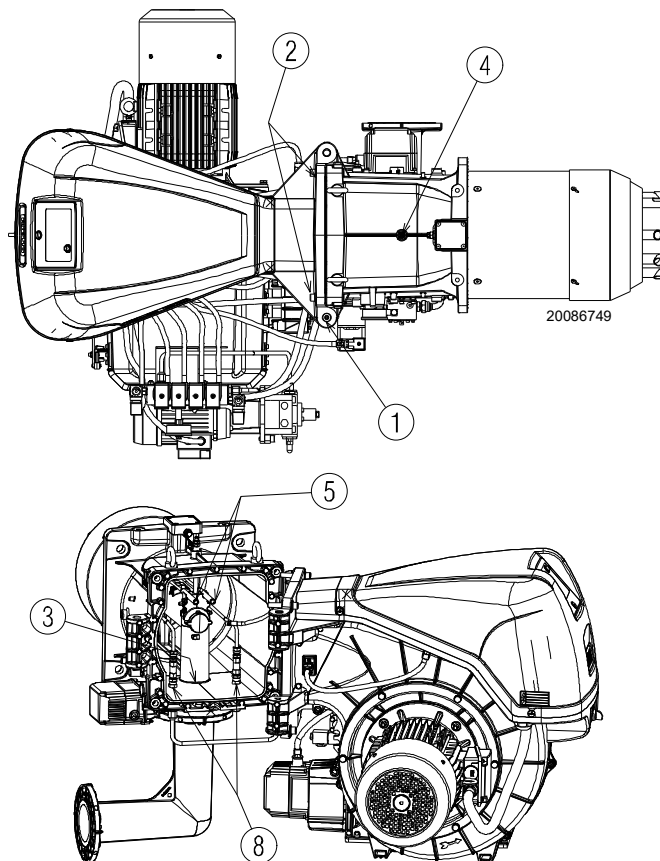

Рис. 16
Горелка поставляется с завода с открытием в правую сторону, следовательно, штифт 1)(Рис. 16) остается на месте.
- C** Полностью откройте горелку, как показано на Рис. 16.
Чтобы открыть горелку с противоположной стороны, перед извлечением штифта 1)(Рис. 16) проверьте, чтобы 4 винта 2) были затянутыми. Затем переместите штифт 1) на противоположную сторону, только после этого можно выкрутить винты 2). Отсоедините разъем 9)(Рис. 16) реле максимального давления газа, а затем поступайте, как описано выше в пункте **C**).